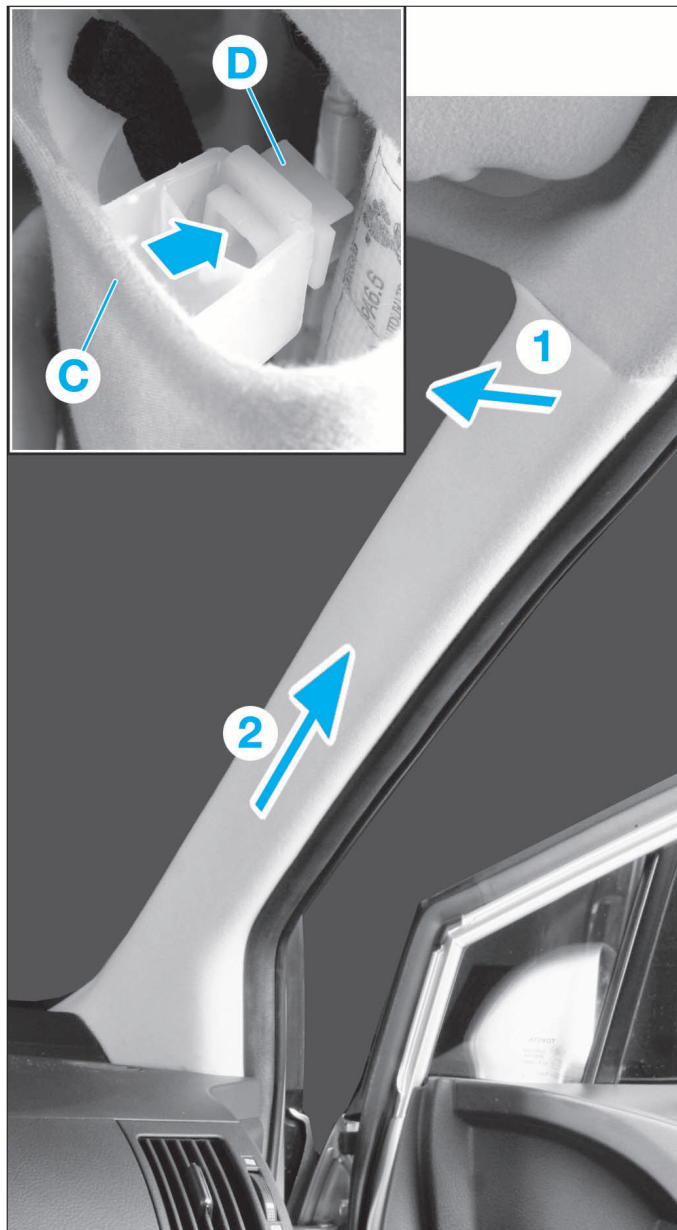

FIG. 22
- Décliper délicatement la partie haute de la garniture (C), puis dégager le clip (D) en exerçant une forte pression sur ce dernier.
- Ecarter la garniture (1) puis la glisser tout en la tirant vers le haut (2) (fig.22).
- Décliper la grille du haut-parleur (10).
- Déposer la vis de fixation supérieure du tableau de bord (11).